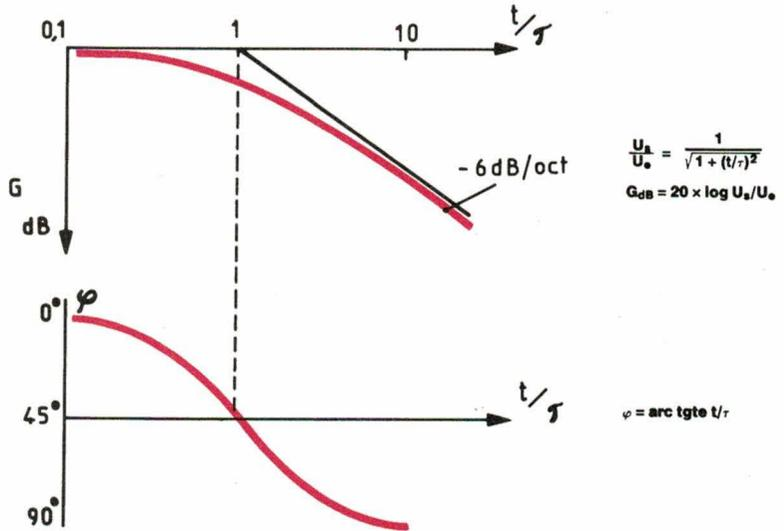

Fig. 12
dit actif, car il peut amplifier son signal d'entrée. Ici, ils ont la même fonction de transfert. La figure 12 donne la réponse en régime harmonique du filtre de premier ordre.
- K(1 à 150) : atténuation du fondamental et des harmoniques suivant la courbe de la figure 12(a).
cune des fonctions élémentaires suivant la courbe de la figure 12(b).